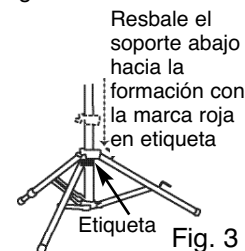

Fig. 3
Paso 1: Primero desasegure las patas halando cada pata hacia afuera aproximadamente 1", luego afloje la perilla ubicada en la parte superior del conjunto de patas y hale las patas hacia afuera, extendiéndolas hasta la posición totalmente abierta de manera que el soporte (anillo) negro superior se deslice hacia abajo hasta que quede alineado con la línea roja de la etiqueta central en el poste (Fig. 3). Reapriete la perilla.